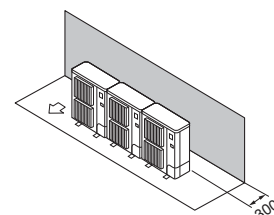

Fig. 2-9
- ① Miejsce ograniczone tylko z tyłu (Fig. 2-9)